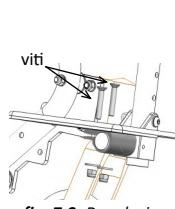

fig. 7.3: Regolazione inclinazione
- Regolazione angolo di inclinazione del poggiapiedi (fig. 7.3):